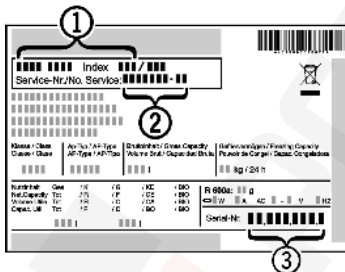

Fig. 10
► A készülék megnevezését Fig. 10 (1), a szerviz- Fig. 10 (2) és sorozatszámot Fig. 10 (3) a típustábláról olvassa le. A típustábla a készülék belsejében baloldalon található.
- Értesítse a vevőszolgálatot a hibáról, és adja meg nekik a készülék megnevezését Fig. 10 (1), a szerviz- Fig. 10 (2) és a sorozatszámot Fig. 10 (3).